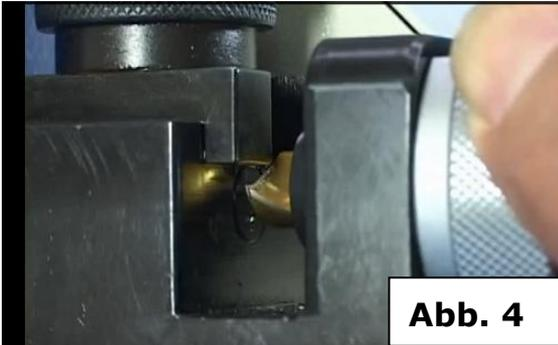

**Abb. 2**
- Der Bohrergröße Einstellknopf (Abb. 2) wird auf die Bohrer Größe eingestellt.